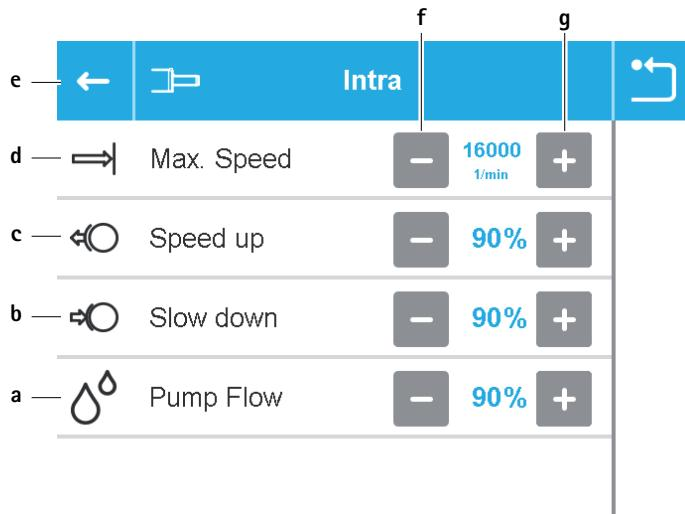

Рис. 10 Настройки мотора – выбранный тип рабочего элемента
- ▶ Показать/изменить настройки мотора для типа рабочего элемента: Нажать кнопку типа рабочего элемента **a**. Открывается подменю выбранного типа рабочего элемента, см. Рис. 10.